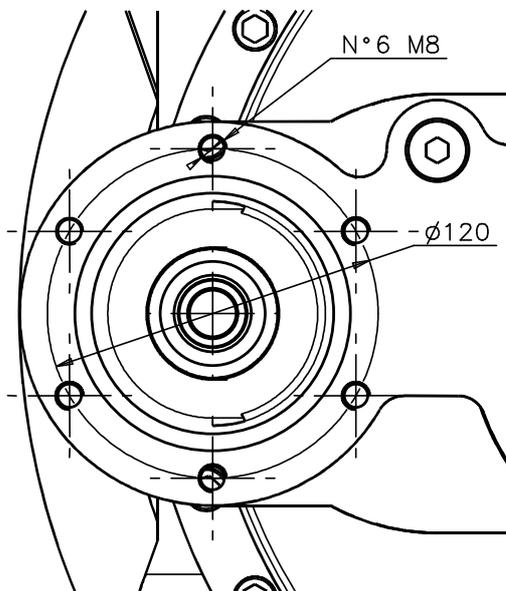

fig. 17
Il riduttore viene fornito nella versione standard senza attacco pompa acqua o nella configurazione con attacco pompa acqua. Nelle figure 17 e 18 si vede un dettaglio del sistema di connessione alla pompa acqua.
*The gearbox can be supplied in the standard configuration (i.e., without the water pump connection) or in the configuration with the water pump connection. Figures 17 and 18 show a detail of the connection system to the water pump.*